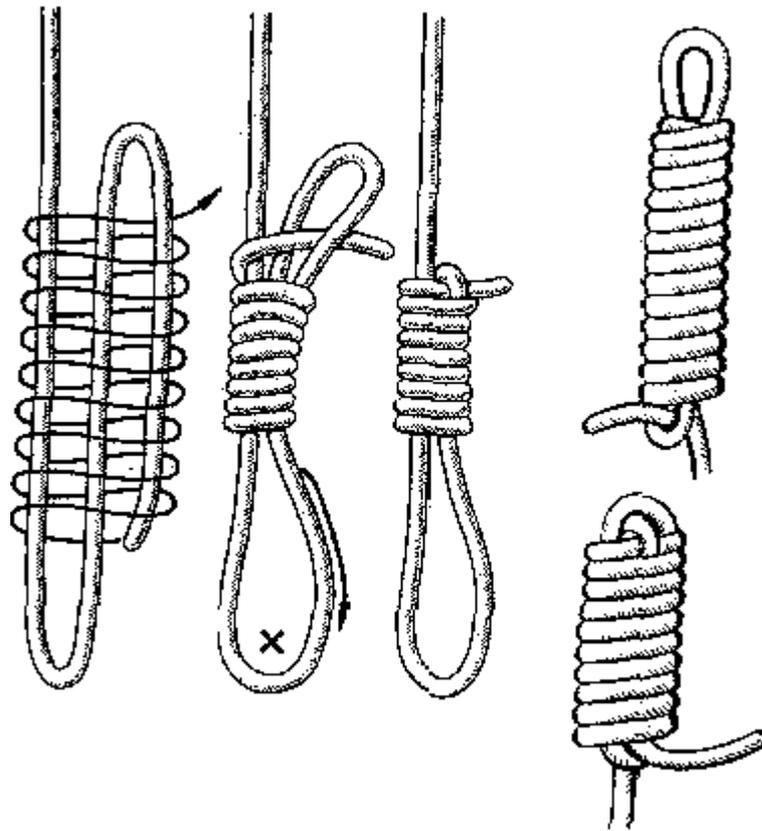

Рис. 88. Затягивающаяся удавка
**Затягивающаяся удавка** (рис. 88). Как и предыдущий, этот узел так же называют **эшафотным**, или **“висельным”** узлом. Но несмотря на это, он находит и другое применение в морском деле. Его используют при временном креплении троса за плавающие в воде предметы или при накидывании и креплении троса за какой-либо предмет на берегу. Этот узел имеет преимущество даже перед таким хорошим узлом, как удавка с полуштыками (см. рис. 65), в том, что ходовой конец троса не может выскользнуть из петли, и потому затягивающаяся удавка считается надежнее.